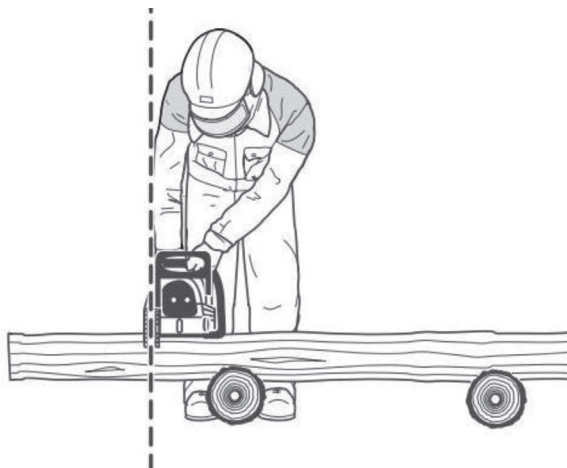

Рис.8
- Бензопилу следует располагать таким образом, чтобы никакая часть тела не находилась на линии движения пильной цепи Рис.8.